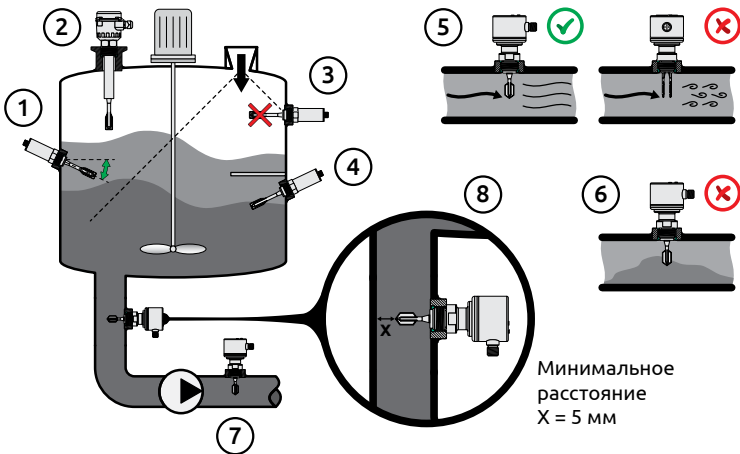

Рисунок 10 - Особенности монтажа сигнализаторов уровня
- Чтобы предотвратить повреждение чувствительного элемента сигнализатора падающим потоком среды (поз. 3 на рис. 10) необходимо расположить его вдали от траектории падения / стекания среды (поз. 1 на рис. 10). Если обеспечить данное условие невозможно, то требуется закрыть вилку сигнализатора защитной пластиной (поз. 4 на рис. 10).
- При горизонтальном монтаже рекомендуется обеспечить наклон чувствительного элемента сигнализатора вниз под углом 15-20 градусов. Это позволит уменьшить ударное воздействие и налипание среды на вилку (поз. 1 на рис. 10).
- Положение вилки сигнализатора не должно препятствовать нормальному прохождению среды (поз. 5 на рис. 10).
- При монтаже в емкостях с продуктами высокой вязкости, нельзя располагать вилку в монтажном патрубке (поз. 6 на рис. 10).
- При установке в трубопроводе, необходимо чтобы от кончика вилки до противоположной стенки трубопровода было не менее 5 мм (поз. 8 на рис. 10).
- При установке в верхней части емкости, чтобы исключить ложные срабатывания необходимо расположить вилку сигнализатора на достаточном удалении от загрузочного отверстия (поз. 2 на рис. 10).
- При выборе положения сигнализатора при установке в трубопроводе, для защиты насоса от сухого хода, необходимо учитывать скорость движения среды и задержку срабатывания сигнализатора (поз. 7 на рис. 10).